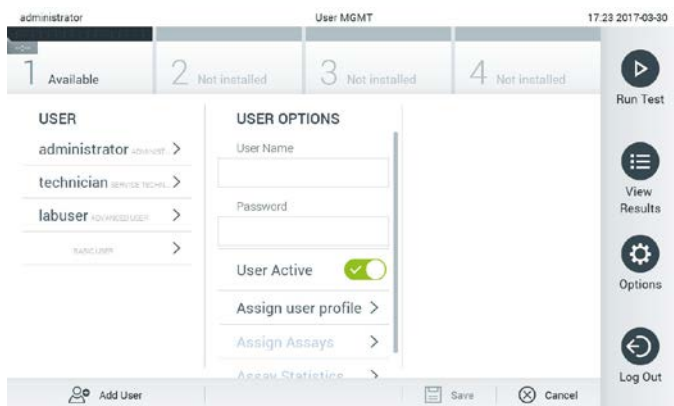

Рис. 56. Додавання нового користувача.
1. Натисніть кнопку **Options** (Параметри), а потім **User Management** (Керування користувачами), щоб налаштувати користувачів. Екран **User Management** (Керування користувачами) з'являється в області вмісту дисплея (рис. 56).